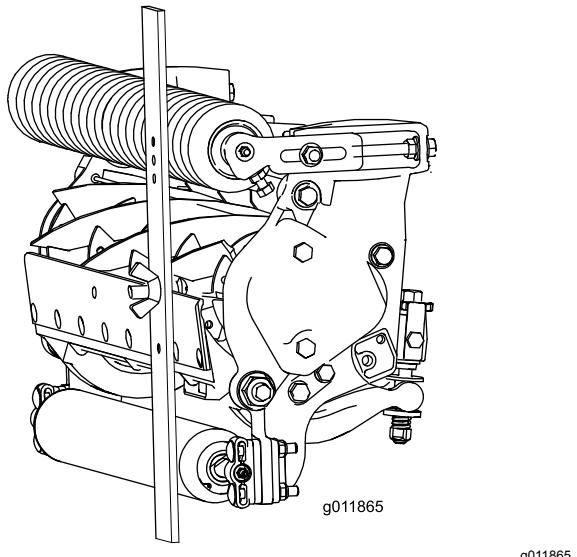

Figure 18
- 3. Accrochez la tête de la vis sur le bord tranchant de la contre-lame et appuyez l'arrière du gabarit contre le rouleau arrière (Figure 18).
- 4. Tournez la vis de réglage jusqu'à ce que le rouleau avant touche le gabarit (Figure 18). Réglez les deux extrémités du rouleau jusqu'à ce que celui-ci soit parfaitement parallèle à la contre-lame.